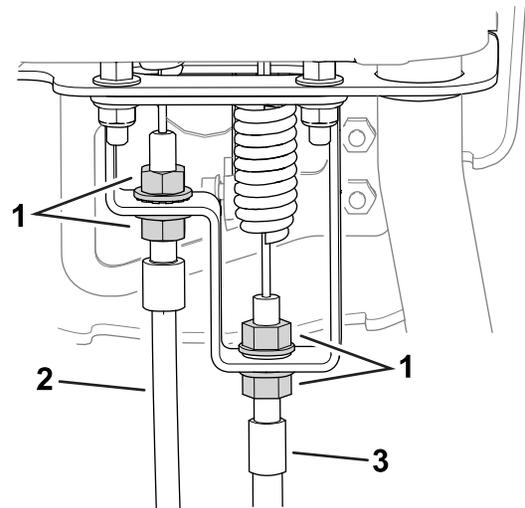

Рисунок 50
2. На переходнике рукоятки управления ослабляйте трос управления барабаном, пока на нем не появится слабина (Рисунок 50).